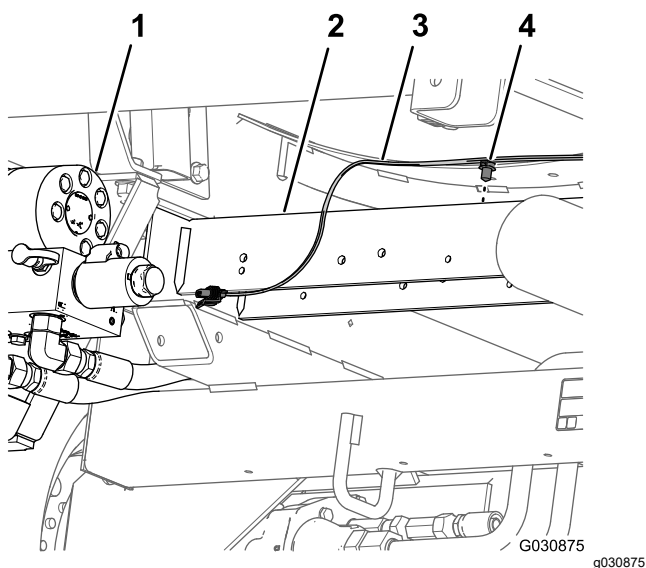

Рисунок 28
7. Снимите вставной держатель, который крепит задний жгут проводов (Рисунок 28)